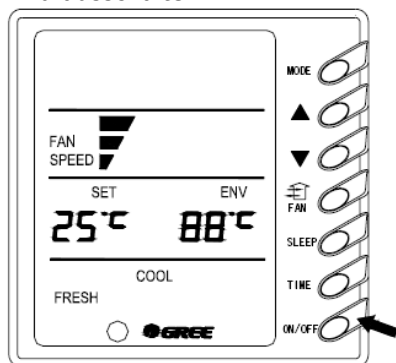

Fig 2
1. Ausschalten ON/OFF Gerät Fig. 2